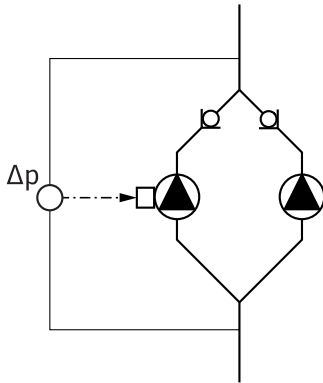

Fig.18: Przykład podłączenia czujnika różnicy ciśnień
- W przykładzie na rys. 18 pompą nadrzędną jest pompa po lewej stronie patrząc w kierunku przepływu. Do tej pompy należy podłączyć czujnik różnicy ciśnień.
- Punkty pomiaru czujnika różnicy ciśnień pompy nadrzędnej muszą się znajdować w danej rurze zbiorczej po stronie ssawnej i tłocznej układu dwupompowego (rys. 18).